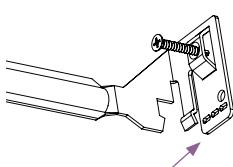

fig. 1 (optionnel)
- a. Si l'épaisseur du plafond est de 19,05 mm (0,75 po) ou plus : Utilisez des pinces pour casser les languettes situées à l'extrémité des deux barres de fixation (voir la fig. 1).